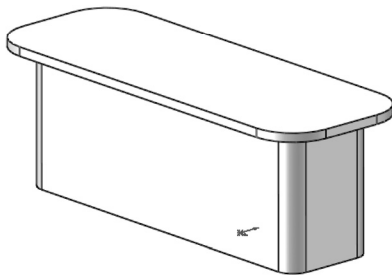

图 9-40 创建拉伸实体
**03** 创建拉伸实体。选择菜单栏中的“插入”→“凸台/基体”→“拉伸”命令，或单击“特征”控制面板中的“拉伸凸台/基体”按钮，系统弹出“凸台-拉伸”属性管理器，在“深度”文本框中输入 20.00mm；单击确定按钮，拉伸后的箱体实体如图 9-40 所示。